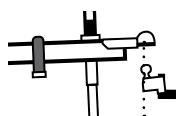

Figure 28
1. Avec la tête d'attelage Equal-i-zer installée, positionnez la boule d'attelage directement sous le coupleur de la remorque. (Figure 28)